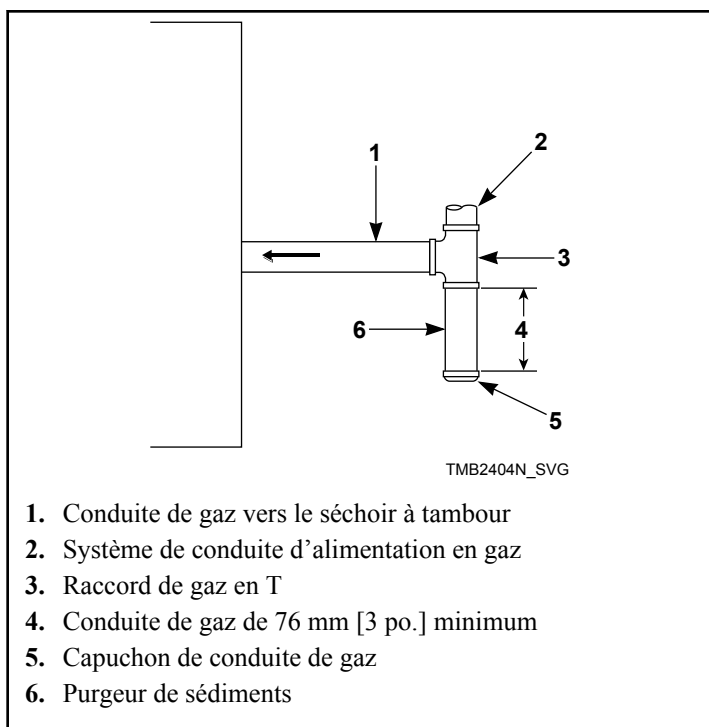

Figure 14
Chaque séchoir doit être équipé des éléments suivants, devant être fournis et installés par le client. Se reporter à la *Figure 14*.
- Prises de pression d'alimentation (minimum 1/8 NPT) (voir *Figure 14*)